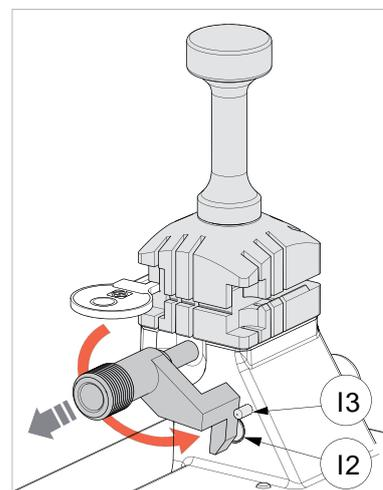

Fig. 32
Observação: antes de começar a leitura ou o corte da chave, é necessário voltar a colocar manualmente o paquímetro na posição original (Fig. 32).
Para todas as operações de leitura/descodificação e corte, o paquímetro (1) deve ser colocado manualmente na posição original (Fig. 32 - nesta posição vai cobrir o sensor (12) que detecta a sua presença).